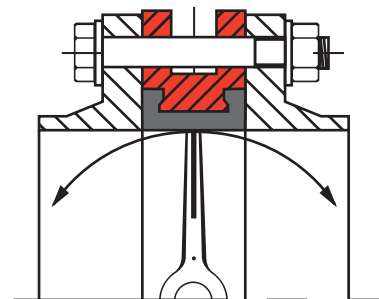

Рис. 3. Правильно
- Перед началом монтажа важно убедиться, что внутренний диаметр фланцев соответствует номинальному диаметру дискового поворотного затвора (Рис. 3).